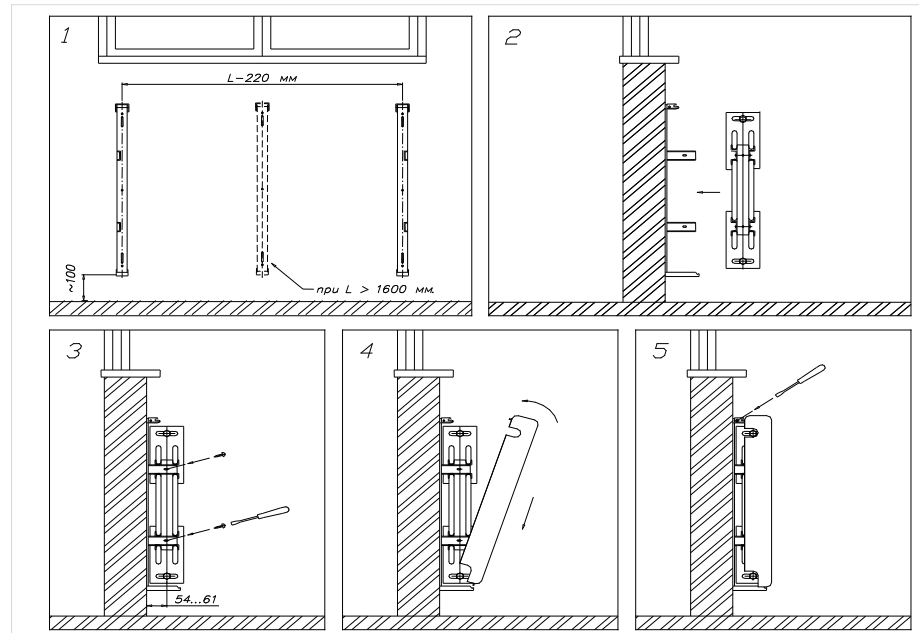

Рис. 3
- 5.2. Разметить места установки кронштейнов (см. рис.3). При этом следует учесть, что для оптимальной теплоотдачи расстояние между конвектором и полом должно быть 100-120 мм, а между конвектором и подоконником не менее 100 мм. При выполнении этой операции рекомендуется использовать упаковочную коробку, положив ее плашмя на пол. Расстояние между осями кронштейнов должно быть на 220 мм меньше длины конвектора. Если длина конвектора более или равна 1,6 м, то он комплектуется третьим кронштейном, который устанавливается посередине.